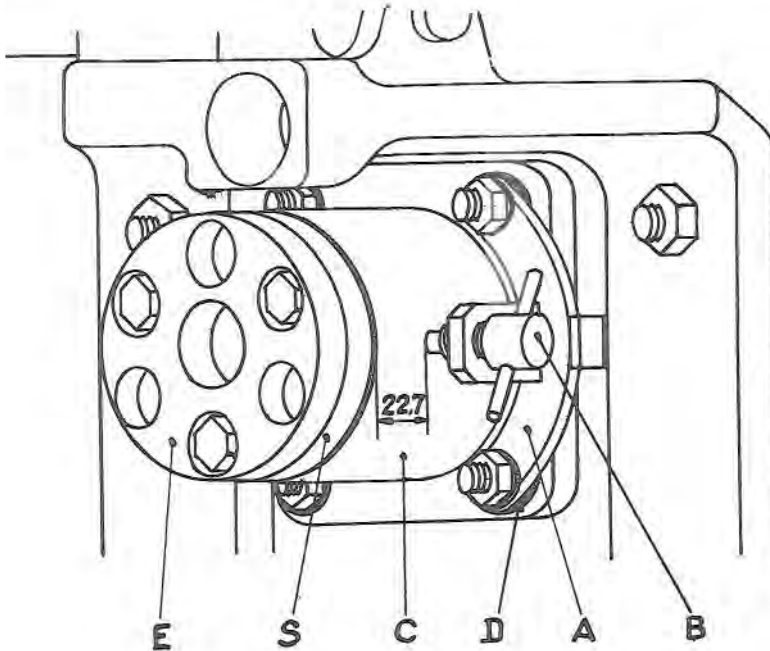

Fig.1
1. Befestigung des Halters A mit Stellschraube B am Lagerstützen C zur Sicherung der Gelenkkupplung Fig. 1.
2. Nötigenfalls muss mittels den 4 Unterlagscheiben D (10,5 x 18 x 2) der Stellschraubenabstand 22,7 mm von Vorderkante Lagerstützen C bis an den Aussen-Durchmesser von Stellschraubenzapfen B einreguliert werden. Fig. 1.
3. Auswechseln des äusseren Mitnehmerflansches E (36.214a) mit zentralem Gewinde gegen den neuen (36.214b) mit glatter Bohrung. Die 3 Schrauben mit dem Radwindel gut anziehen. Der Flansch E (36.214a) mit zentralem Gewinde dient weiterhin zur Befestigung der Riemenscheibe und als Abzugsvorrichtung. (Fig. 1)
1. Monter le support A avec vis de fixation B à la tubulure C pour fixation de l'accouplement à articulation. Fig. 1.
2. Si nécessaire, régler au moyen des rondelles D (10,5 x 18 x 2) la distance de 22,7 mm depuis le bord avant de la tubulure C jusqu'au diamètre extérieur de la portée de la vis de fixation B. Fig. 1.
3. Echanger la bride de prise de force extér. E 36.214a avec pas-de-vis central contre une bride (36.214b) avec forage lisse. Fixer bien les 3 vis avec la clef à vilebrequin. La bride E (36.214a) avec pas-de-vis central peut encore servir à la fixation de la poulie et comme dispositif d'extraction. Fig. 1.